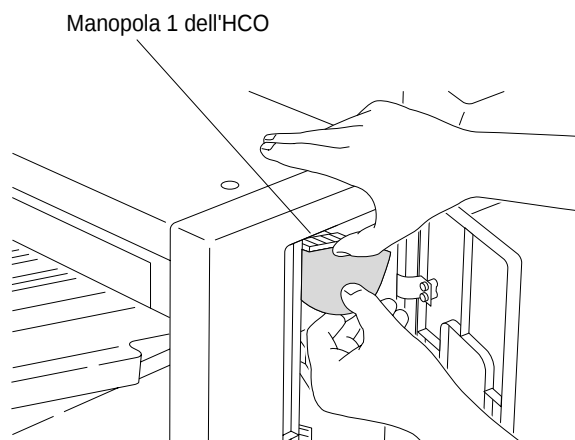

Figura 3-67 Rimozione della carta inceppata nella sezione superiore dell'HCO con la leva 1
4. Se la carta inceppata non è visibile, sollevare la leva 1 per vedere se è presente carta inceppata. Ruotare la manopola 1 in senso antiorario per spostare la carta in modo che sia visibile. Rimuovere l'eventuale carta individuata come mostrato nella Figura 3-67.